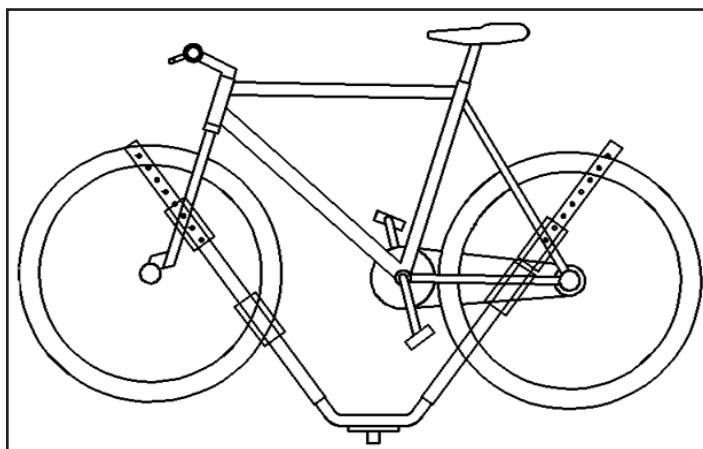

Fig.3
4. Utiliser une tige SwayStop pour fixer en place au moins une roue sous le cadre, où la roue traverse l'aile, en employant la même technique avec la sangle à goupille en caoutchouc (**Fig.3**).